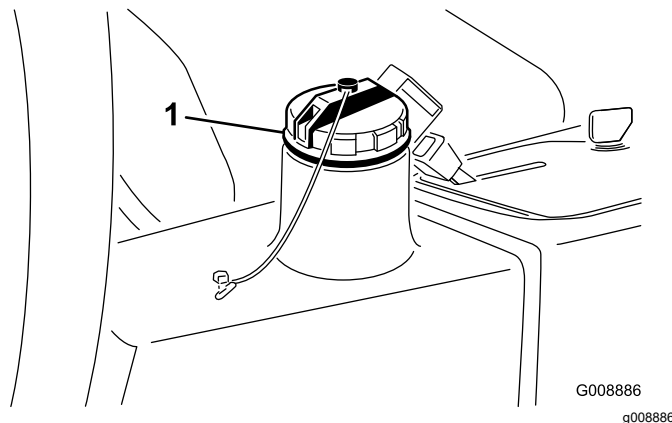

Figura 77
5. Riempite il serbatoio (Figura 77) di fluido idraulico; fate riferimento a Controllo del livello del fluido idraulico \(pagina 53\).